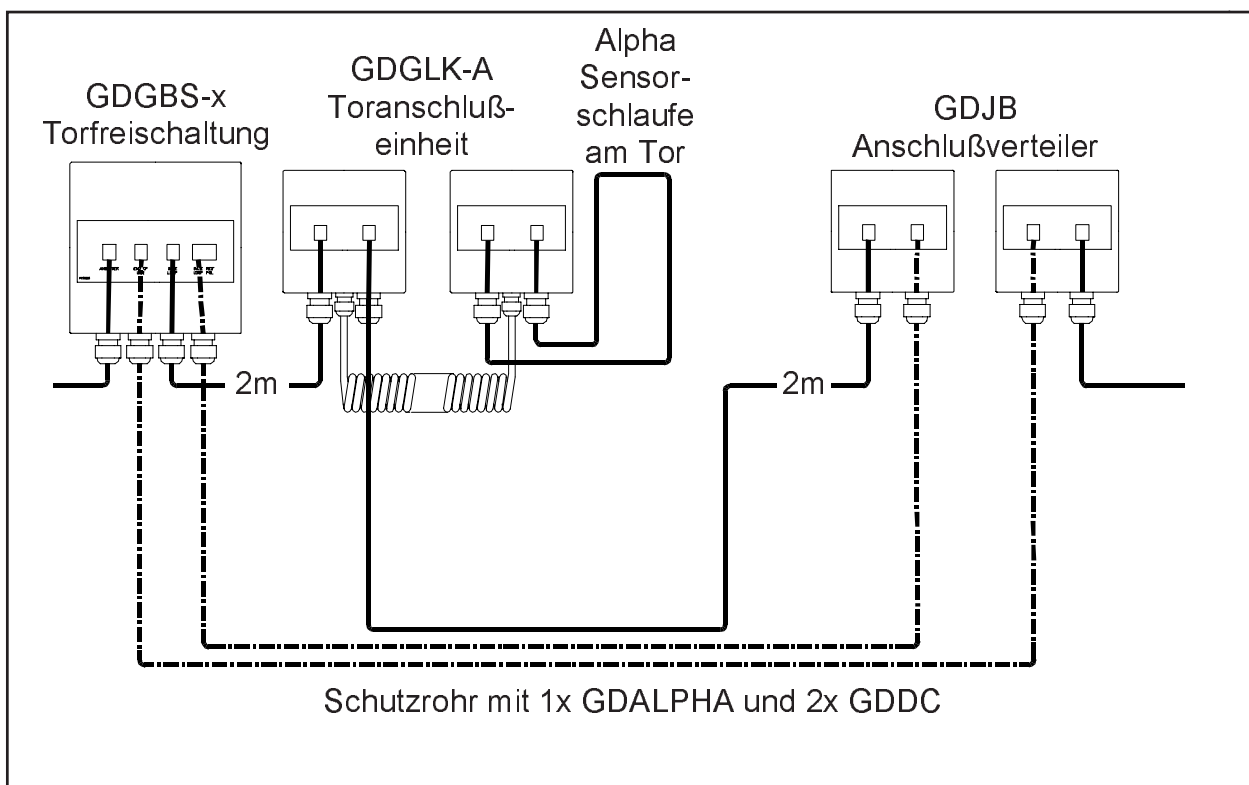
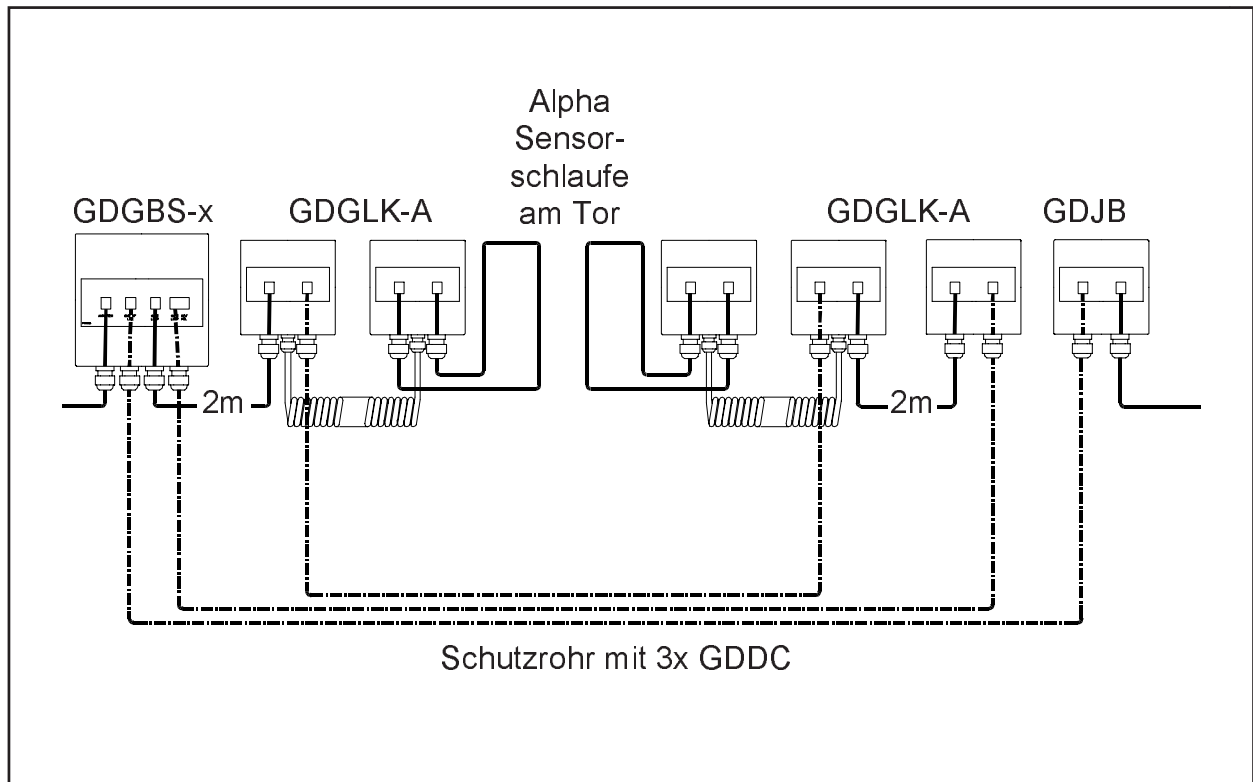

Abbildung 6
Abbildung 7
2. Lösen Sie die PG-Verschraubungen und führen Sie die Sensorkabel- und Brückenkabelenden in passender Länge für den Anschluß ein. Abbildungen 6 und 7 zeigen, an welche Klemmblöcke auf der Platine das ALPHA Sensor- bzw. GDGC Brückenkabel angeschlossen wird. Abbildung 6 zeigt die Konfiguration mit Torfreisaltung bei einflügligen Toren und Abbildung 7 bei doppelflügligen oder Schiebetoren. In beiden Darstellungen repräsentiert die ununterbrochene Linie das Sensorkabel und die gestrichelte Linie das Brückenkabel. Fixieren Sie die Kabel durch manuelles Anziehen der PG-Verschraubung und achten Sie dabei auf den richtigen Sitz der Gummidichtungen. Diese müssen den Kabelmantel (und nicht die HDPE-Schläuche!) vollständig umschliessen.